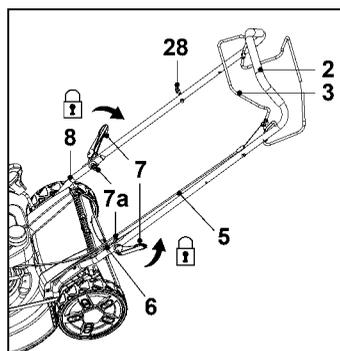

Рис. 2
4. Закрепите верхнюю ручку (2) на нижних планках ручки (8), сложив зажимные рычаги (7) в направлении планок ручки (2, 8). Если зажимной рычаг (7) не удаётся сложить, ослабьте его и снова сложите. Если она слишком ослаблена, сначала закрепите стопорную гайку (7а) подходящим гаечным ключом (размер: 13 мм), затем затяните ее, поворачивая зажимной рычаг (7) по часовой стрелке (рис. 2).
5. Убедитесь, что трос рычага включения самоходного режима (5) и тормозной трос (6) проходят по верхней стороне ручки (2, 8).
6. Убедитесь, что предварительно собранный крюк для рукоятки запуска (28) находится с правой стороны от вас (если смотреть с позиции оператора).